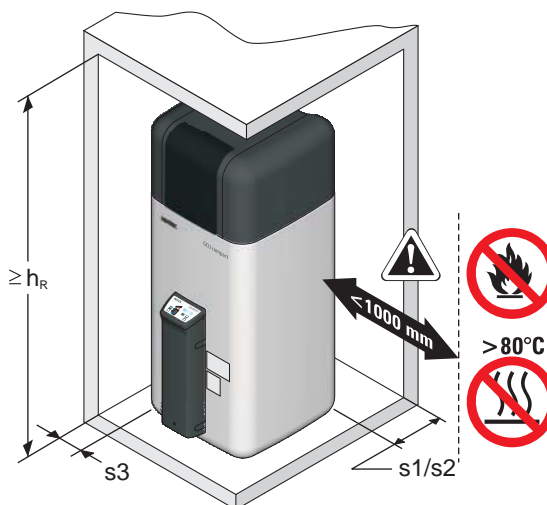

Figura 4-10 Distanze minime per l'installazione di GCU compact (dimensioni v. tab. 4-1)
- Non collocare o utilizzare materiali facilmente infiammabili e materiali incendiabili nelle immediate vicinanze di ROTEX GCU compact (distanza minima 1 m, v. figura 4-10).